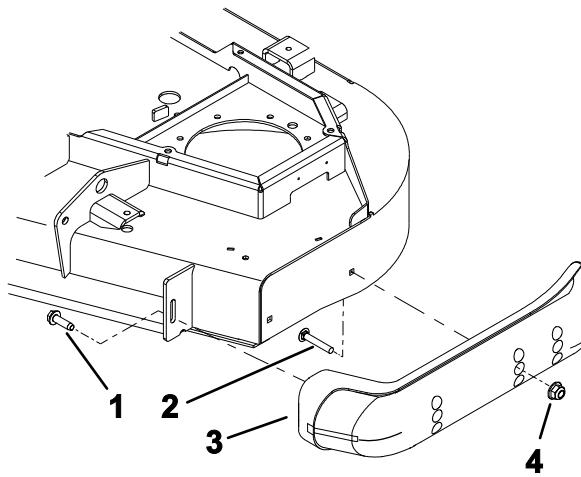

図 12
3. 各スキッドの前にあるねじをゆるめる図 12。
5. 各スキッドを希望位置に合わせて、フランジヘッドボルトとナットで固定する図 12。